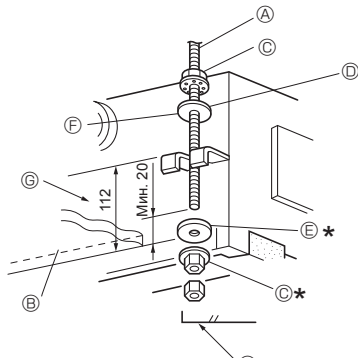

Рис. 2-7
1. Заранее насадите шайбы ① ② (входят в комплект) и соответствующие гайки (приобретаются на месте) на подвешной болт. (Рис. 2-7)
* Выполняйте эту операцию в следующей последовательности (начиная сверху): гайка, шайба с изоляцией ②, шайба без изоляции ①, 2 гайки.
* Расположите шайбу с изоляцией ② таким образом, чтобы изоляция была обращена вниз, как изображено на рисунке.
2. Поднимите прибор и установите его на место, правильно отцентрировав по отношению к подвешному болту. Пропустите скобу между шайбами ① и ②, которые уже на месте, и закрепите гайки. Повторите данную операцию в четырех точках.